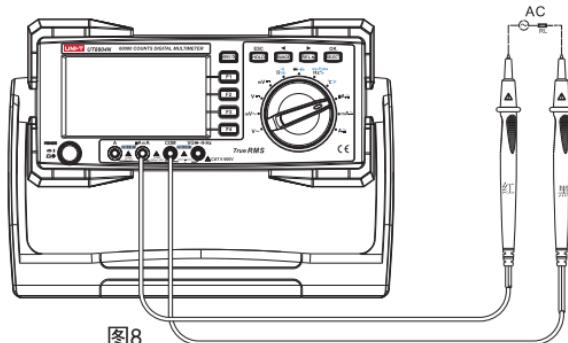

图8
- (1) 将红表笔插入 " $\mu\text{A}$  mA" 或 "A" 插孔，黑表笔插入 "COM" 插孔。
- (2) 将仪表的旋转开关转到  $\mu\text{A}\text{--}$  或  $\text{mA}\text{--}$  或  $\text{A}\text{--}$ ，按 SELECT 键选择所需测量的直流，如图8，将仪表表笔串联待测回路中。